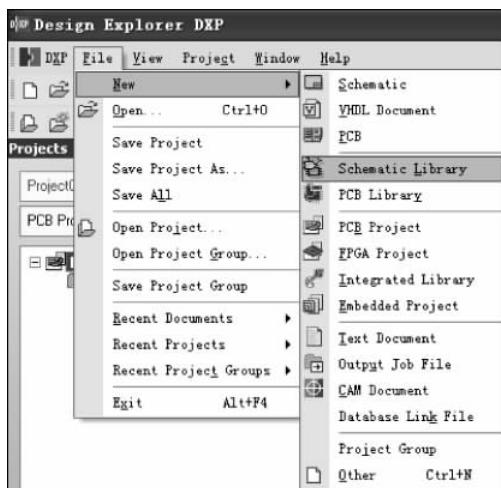
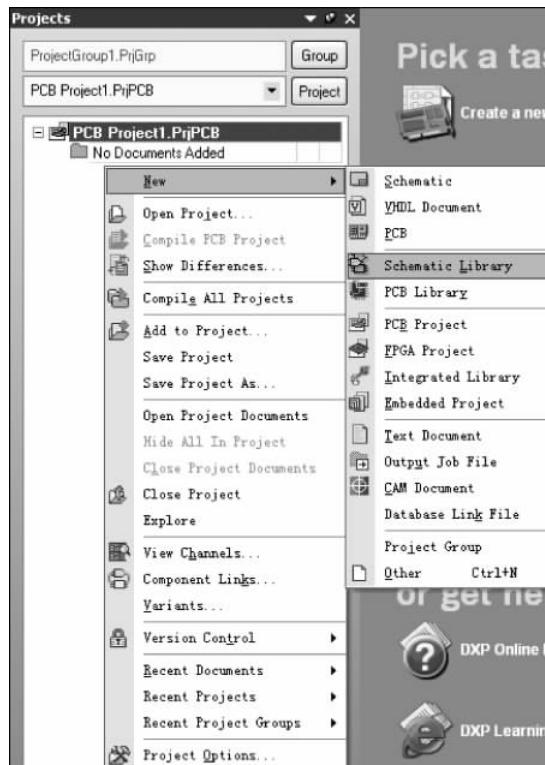

图 3-2 File|New|Schematic Library 选项
图 3-3 “新建”快捷菜单
(1) 新建：执行菜单命令 File|New|Schematic Library(如图 3-2 所示)，或在 Projects 面板上右击，在弹出的快捷菜单中选择 New|Schematic Library(如图 3-3 所示)，启动元器件库编辑器，并自动创建名为 Schlib1.SchLib 的元器件库文件。其中，.SchLib 是 Protel DXP 中原理图元器件库文件的后缀名。